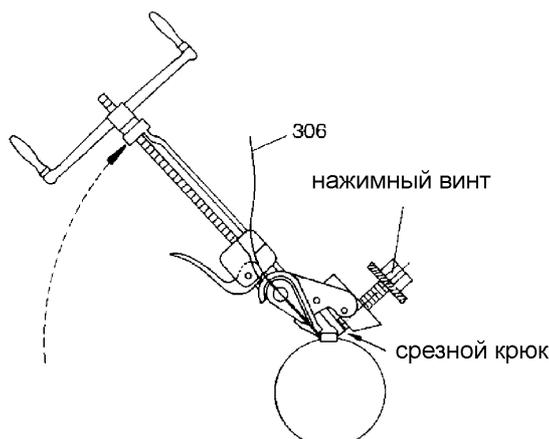

Рис. 12: Срезание шарнирных зажимов
- Проверить плотность прилегания шарнирного зажима (306) по всей окружности манжеты шарнира (308) в пазу манжеты.
- Медленно поворачивать зажимный инструмент вверх под углом примерно 60° до тех пор, пока срезной крюк не выполнит захват позади замка (см. рис. 12).